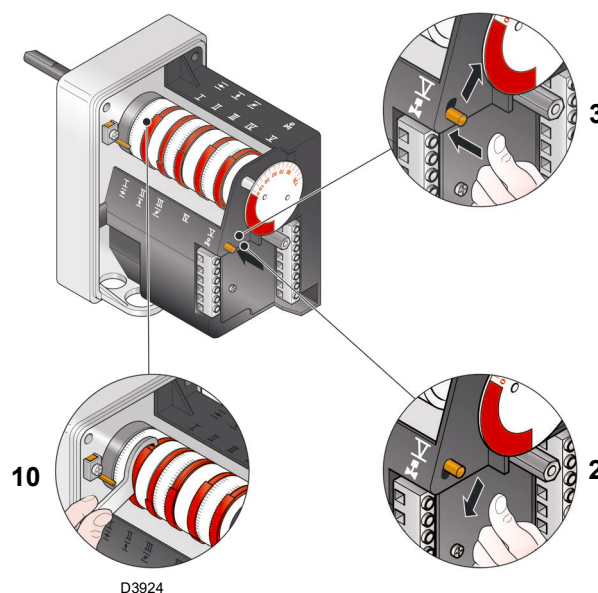
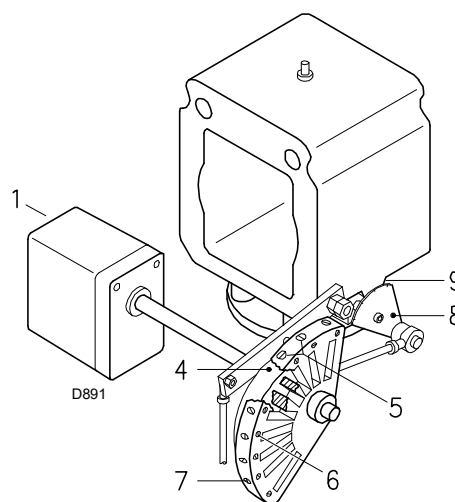

Fig. 31
Fig. 32
Variare in progressione il profilo finale della camma 4)(Fig. 32 a pag. 27) agendo sulle viti 7)(Fig. 32 a pag. 27).
- Se bisogna diminuirla, ridurre un poco l'angolo della camma III (Fig. 31) con piccoli spostamenti successivi, cioè portarsi dall'angolo 65° a 63° - 61°....
- Se bisogna aumentarla, premere un poco il pulsante "aumento potenza" 2)(Fig. 30 a pag. 26) (aprire di 10-15° la farfalla del gas), aumentare l'angolo camma III (Fig. 31) con piccoli spostamenti successivi, cioè portarsi dall'angolo 65° a 67° - 69°.... Quindi premere il pulsante "diminuzione potenza" fino a riportare il servomotore nella posizione di minima apertura e misurare la portata del gas.
Variare in progressione il profilo iniziale della camma 4)(Fig. 32) agendo sulle viti 5). Possibilmente non ruotare la prima vite: è quella che deve portare la serranda dell'aria alla totale chiusura.
Il servomotore segue la regolazione della camma III solo quando si riduce l'angolo della camma. Se invece bisogna aumentare l'angolo della camma, è necessario prima aumentare l'angolo del servomotore con il tasto "aumento potenza", poi aumentare l'angolo della camma III ed infine riportare il servomotore nella posizione di potenza MIN con il tasto "diminuzione potenza". Per l'eventuale regolazione della camma III, specie per i piccoli spostamenti, è possibile utilizzare l'apposita chiavetta 10)(Fig. 31).
Spegnere il bruciatore agendo sull'interruttore 1)(Fig. 30 a pag. 26), posizione OFF, svincolare la camma 4) dal servomotore, premendo e spostando verso destra il pulsante 3)(Fig. 31), e verificare più volte ruotando a mano la camma 4)(Fig. 32) avanti ed indietro che il movimento sia morbido e privo di imputamenti.
Vincolare nuovamente la camma 4)(Fig. 32) al servomotore spostando verso sinistra il pulsante 2)(Fig. 31).
A regolazione ultimata fissare la stessa agendo sulle viti 6)(Fig. 32).
Legenda (Fig. 31 - Fig. 32)